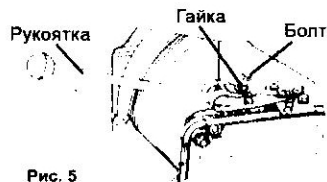

Рис. 5
- Для установки рукоятки переключения передач необходимо (См. Рис. 5)